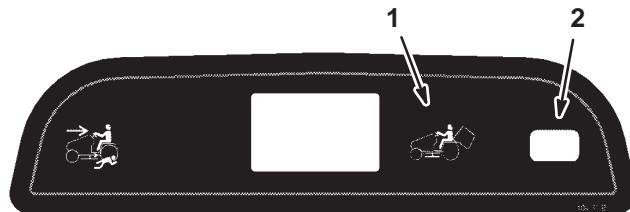

Bild 5
**Hinweis:** Die Lampe für den Zapfwellenantrieb (ZWA) am Armaturenbrett leuchtet auf, wenn Sie die Messer (ZWA) einkuppeln, siehe Bild 5.
Wenn das Heckfangsystem voll ist und entleert werden muss, leuchtet die Warnlampe auf (Bild 5), und ein Summton ertönt.